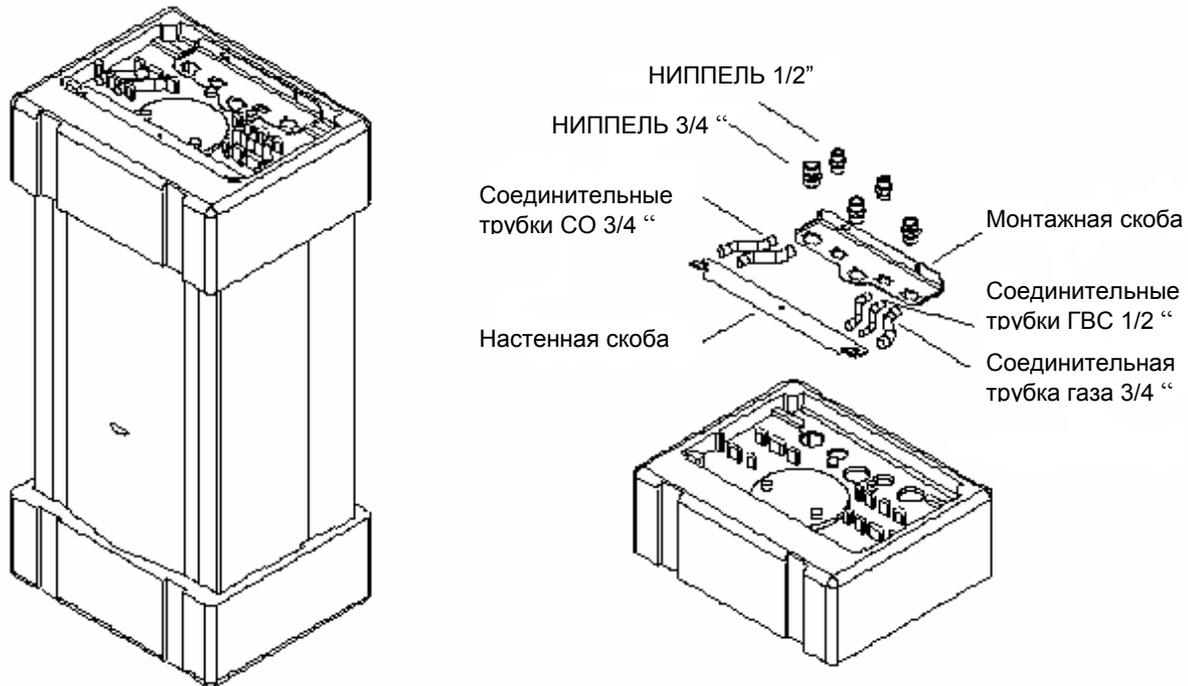

Рисунок 2
- Аппарат размерами 867x522x422 (Высота x Ширина x Длина) мм транспортируется помещенным в коробку виде, поддерживаемым сверху и снизу страфорами (Рис. 2а)
На Рис.2 показан монтажный набор. Части находящиеся в данном наборе нижеследующие: